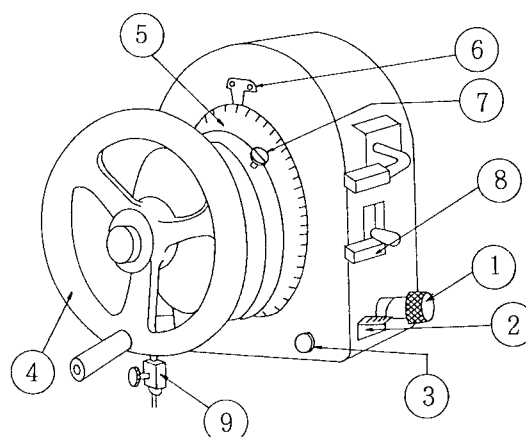

図1-7
(3) 砥石頭上下送り (図1-7)
- ① 自動切込み量調節ねじ
- ② 自動切込み量指示目盛板
- ③ クランプねじ
- ④ 上下送りハンドル
・図 1-7 参照